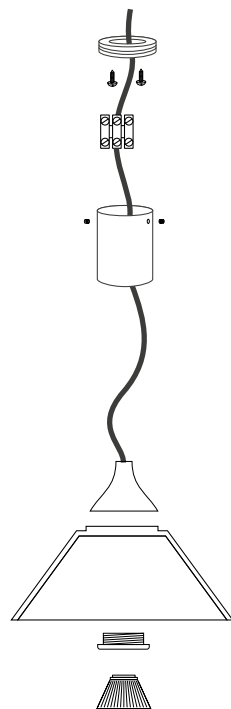

Рис. 2. Установка и подключение светильника
- 3.5. Закрепите светильник на поверхности винтами из комплекта поставки, как показано на рис. 2.